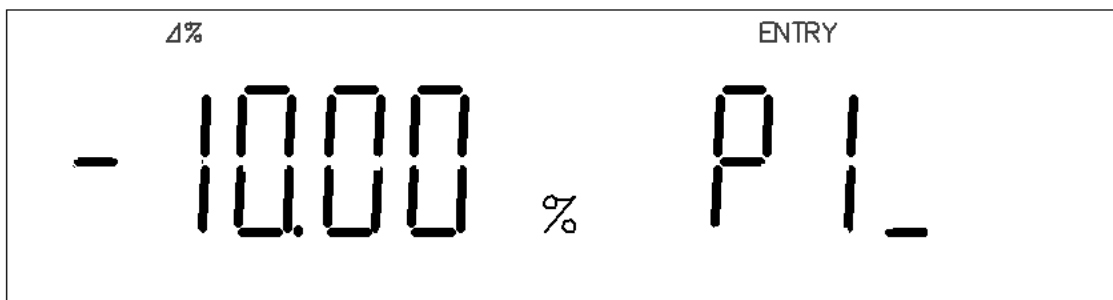

图 3-5 分选参数设定
2. 按 [LIMITS] 键，显示如图3-5所示。“P1_”闪烁，表示处于主菜单模式。主参数显示区显示当前P1档下限值。